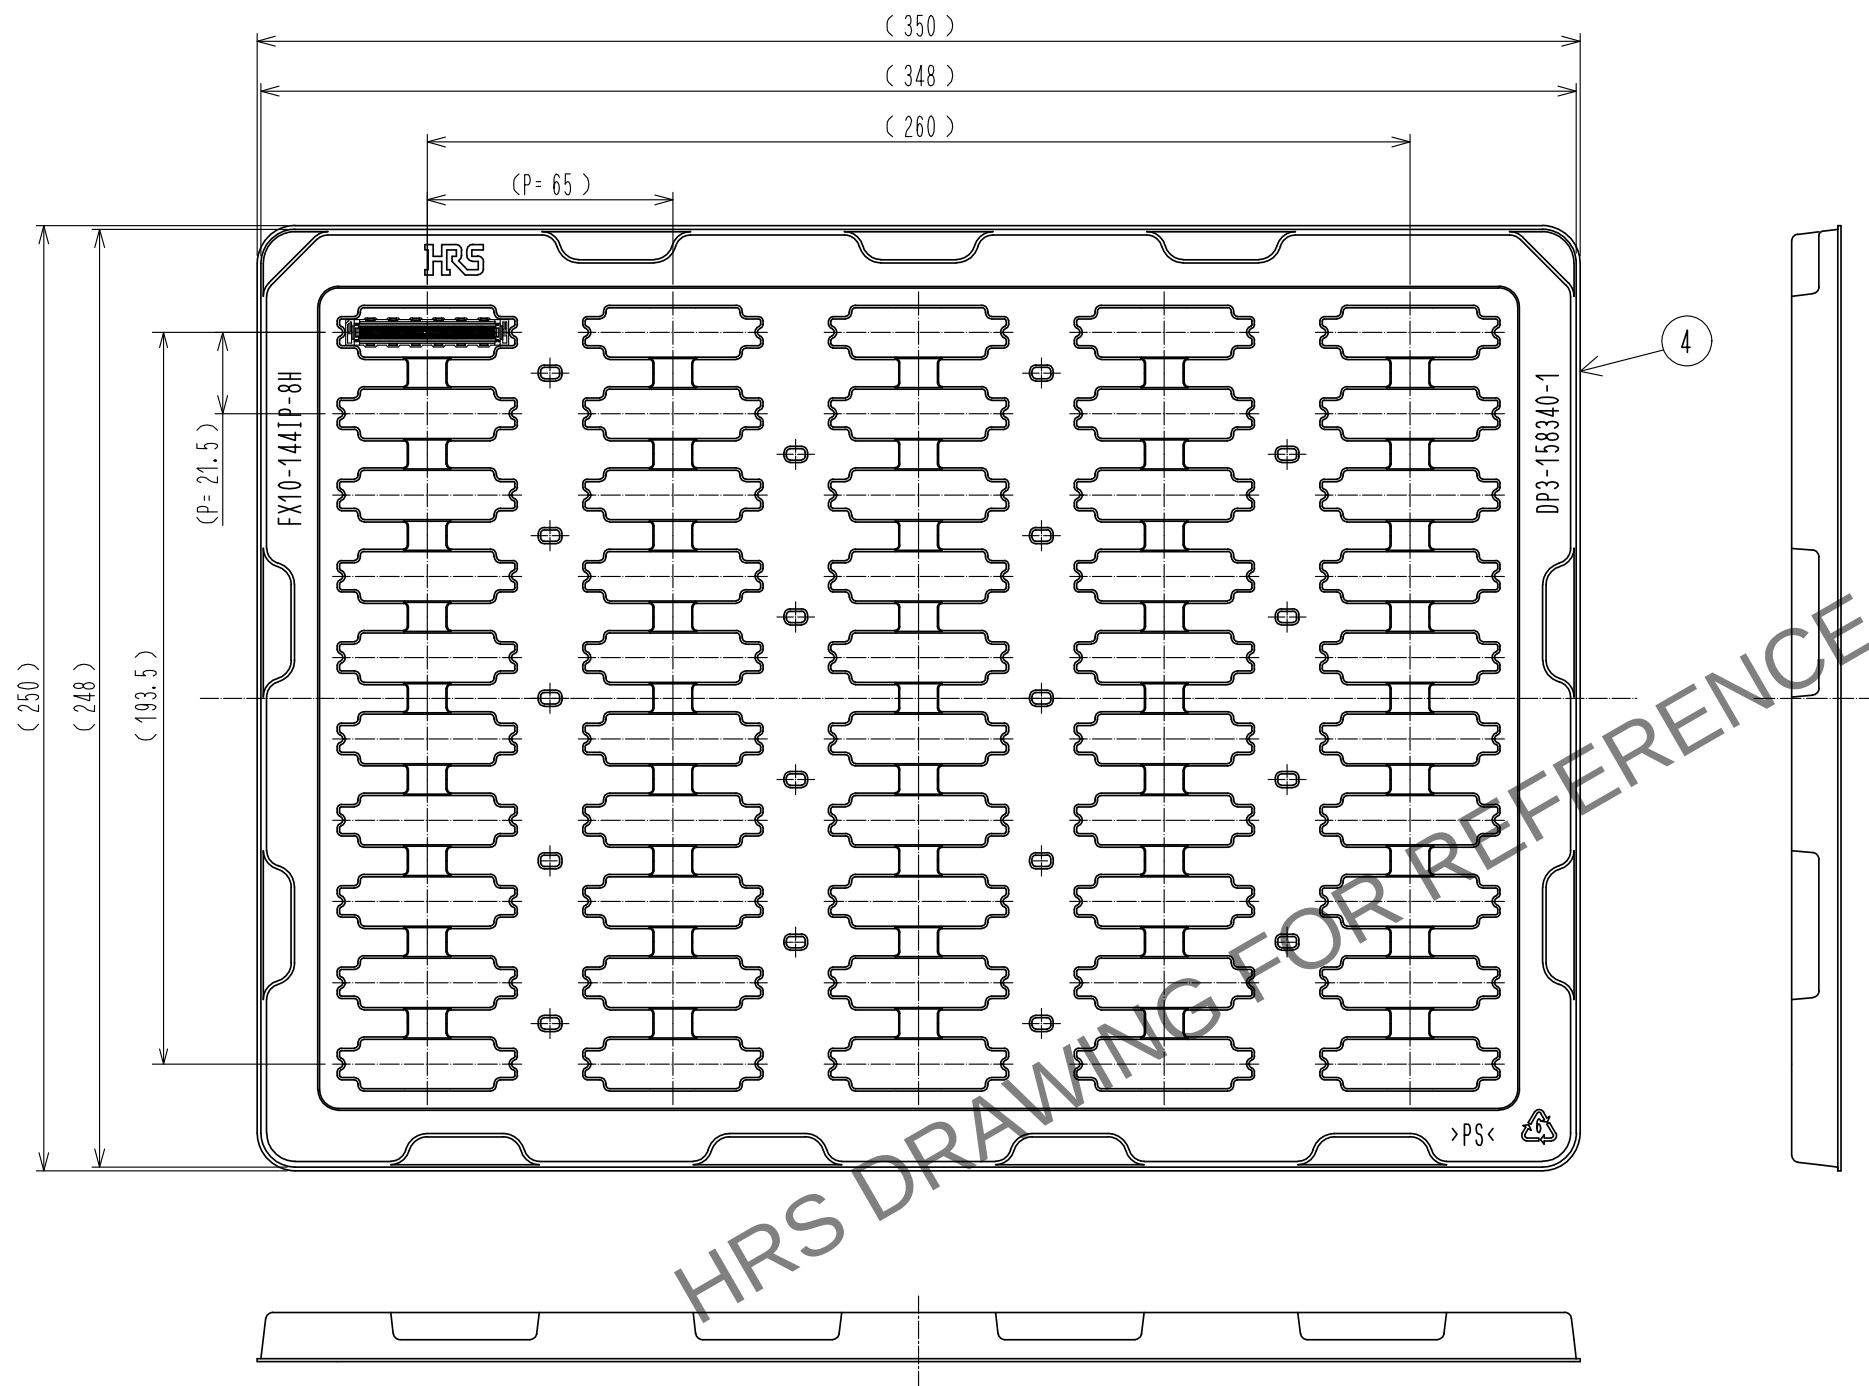

Fig. 3 梱包状態図 (1:2)
- 6 本製品は1ソフトトレイに50個入りとなります。詳細はFig. 3を参照ください。